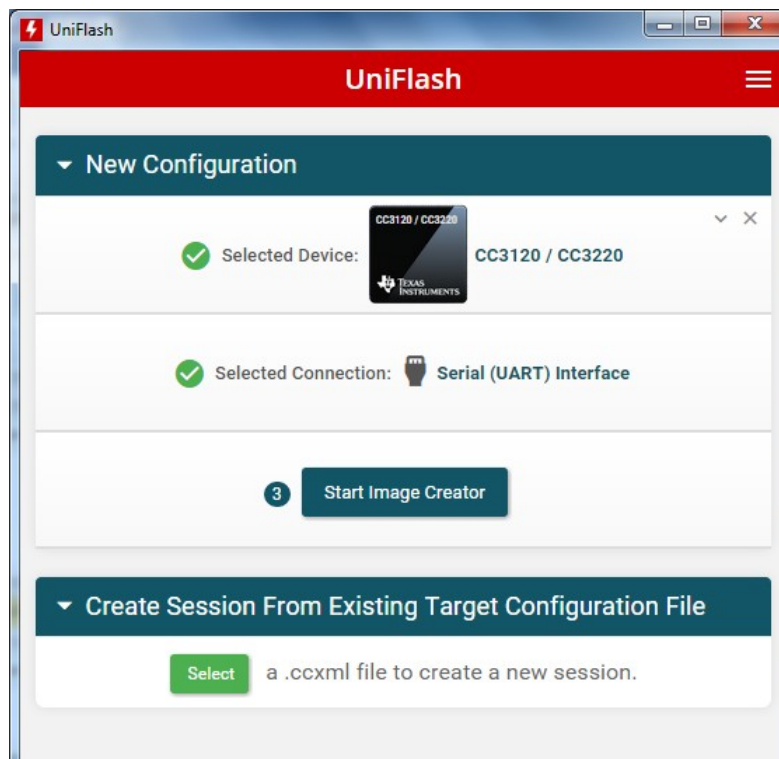

图 37. UniFlash – 选择 CC3120/CC3220 器件
2. 选择 CC3120/CC3220 器件，然后单击启动映像生成器 (Start Image Creator) 按钮（请参见图 37）。